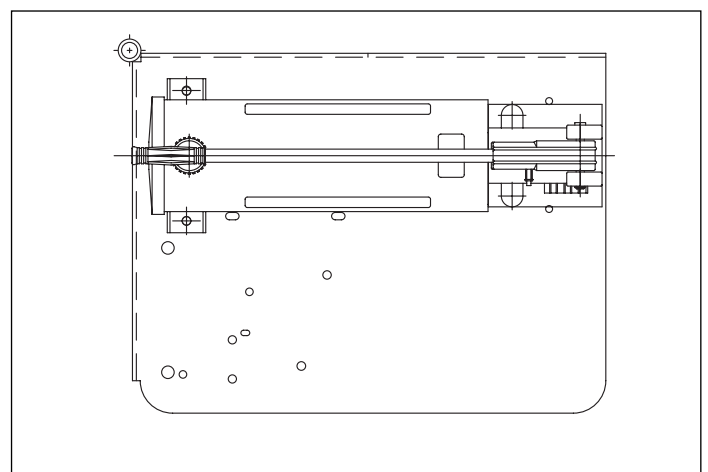

Figure 4, Pompe à main P-80
3. Montez la pompe à main sur le plateau en quatre emplacements au moyen du matériel fourni. Utilisez des brides de fixation pour fixer la tête de la pompe. Voir Figure 4.